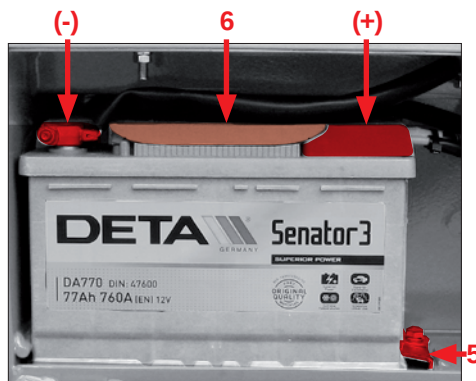

Fig. 98
6. Skru ledningen til minuspolen af pos. – (Fig. 98).
7. Skru ledningen til pluspolen af pos. + (Fig. 98).
8. Skru batteriets holder af pos. 5 (Fig. 98).
9. Hold batteriet på håndtagene pos. 6 (Fig. 98), og løft det ud.